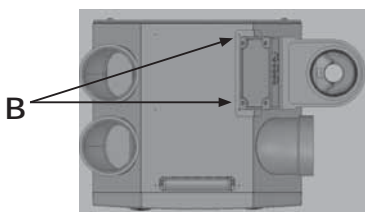

Fig. 3
2. Zie fig. 3. Verwijder volgens de 2 schroeven (B) op de bovenkant van de WHR. Monteer de CombiFlow op de WHR door deze in de afvoeropening van de WHR te klemmen en vervolgens bovenop de WHR met de 2 schroeven uit de bijgeleverde set bevestigingsmateriaal vast te zetten.